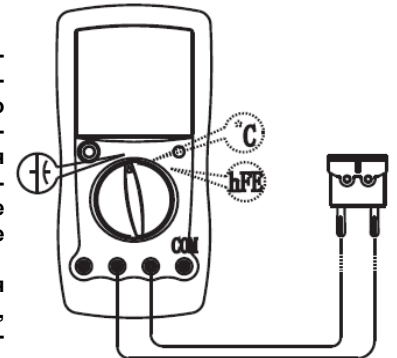

Рисунок 8
**F. Измерение емкости** (см. Рисунок 8)**⚠ Предупреждение**
**Н. Проверка транзисторов** (см. Рисунок 8)